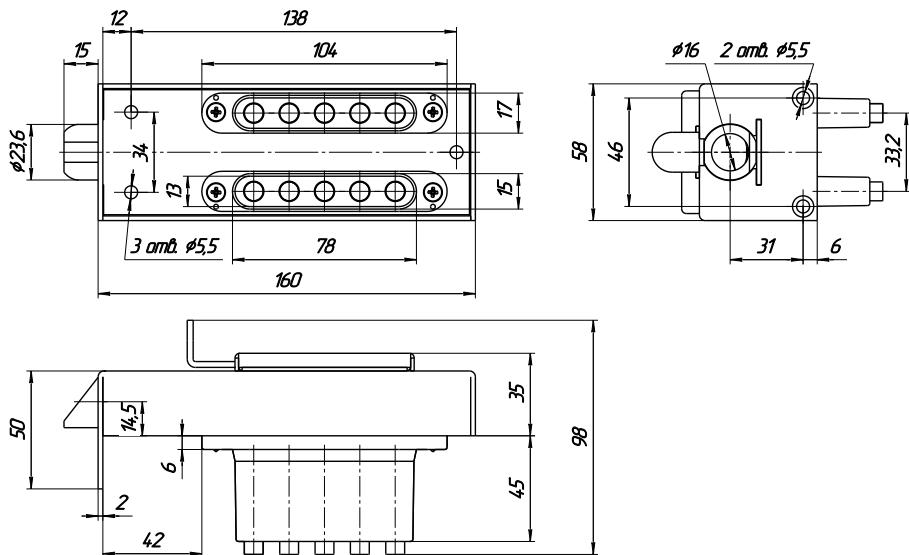

Рис.2
5.2. Произвести разметку и выполнить на полотне двери выборку и пазы, а в дверной коробке выборку и отверстие под засов-защелку, как показано на рис.2.